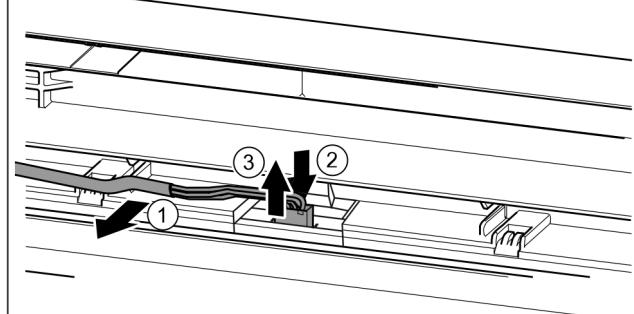

Fig. 9 制冷/冷冻组合/冰柜/冰箱
- ▶ 将电缆 Fig. 9 (1)小心地从门内的导向装置上松开。
- ▶ 向后按住插头后方的接片 Fig. 9 (2)。
- ▶ 小心地向上拉出插头 Fig. 9 (3)。